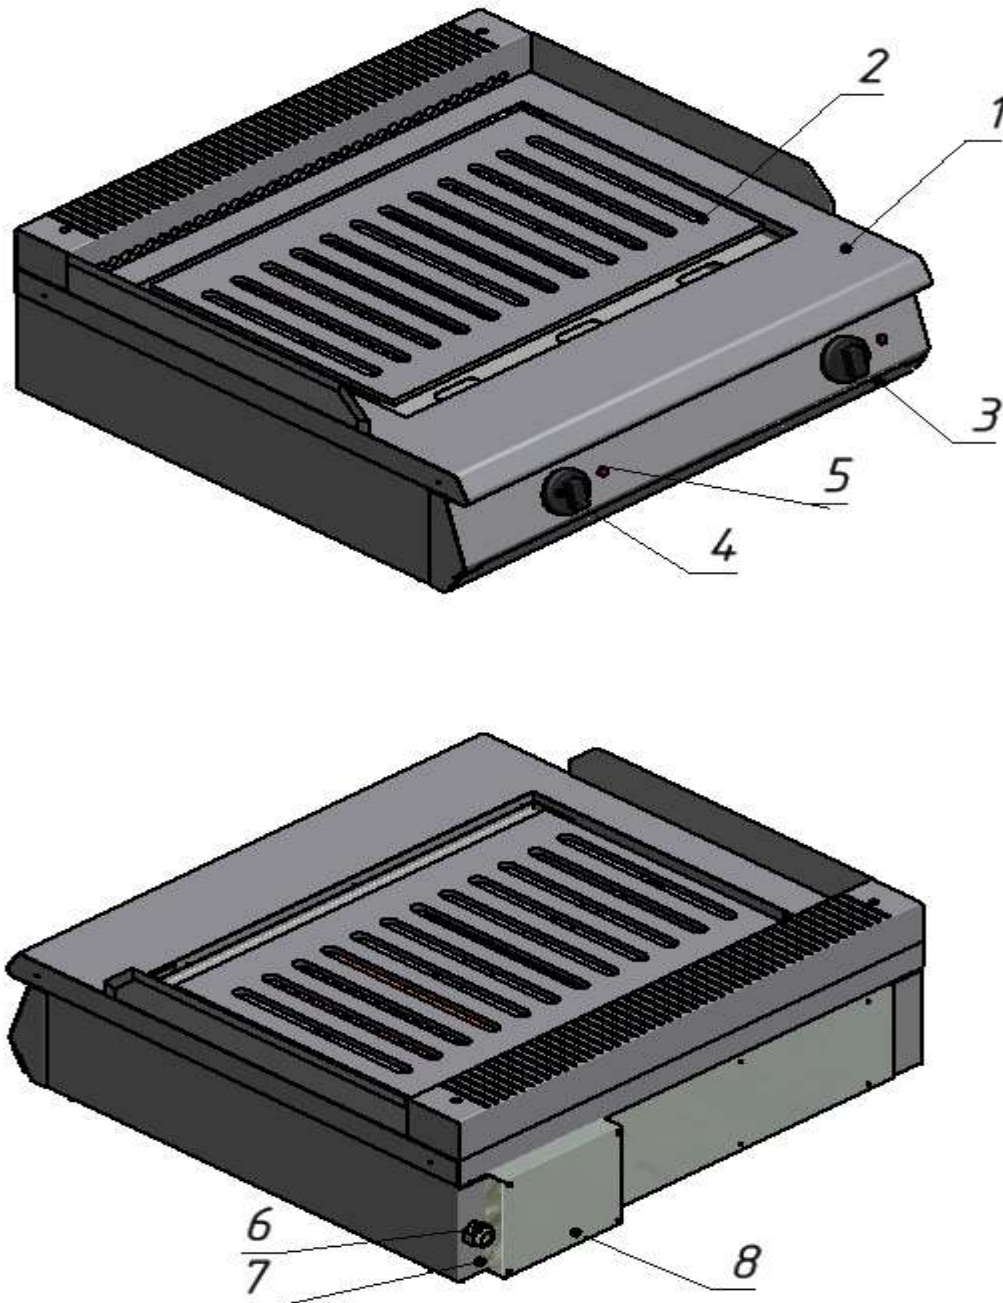

Рисунок 1
5.1. Основные части изделия указаны на рис.1 и перечислены в табл. 2.
8.2. Для включения жарочной поверхности необходимо установить ручку 4 рис.1 пакетного переключателя в положение включено, загорится сигнальный индикатор 5 рис.1.
-Установить ручки ручку 4 рис.1 пакетного переключателей в исходное положение “0”.